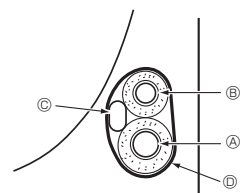

Fig. 4-3
4.3.1. Stockage dans l'espace de tuyauterie de l'appareil (Fig. 4-3)
- (A) Conduit de gaz